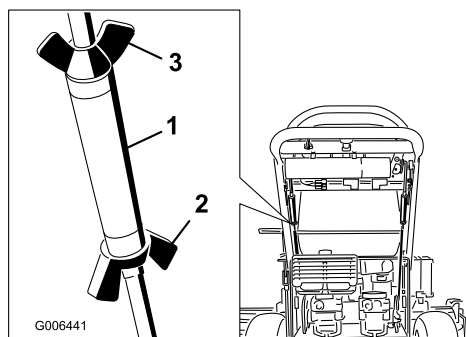

Figura 46
2. Allentate i dadi ad alette sull'asta di comando destra e ruotate il tornichetto verso l'interno o verso l'esterno per assicurarvi che la leva di controllo destra sia centrata in posizione di blocco in folle. Fissate il tornichetto in posizione con i dadi ad alette (Figura 46).
3. Allentate i dadi ad alette sull'asta di comando sinistra e ruotate il tornichetto verso l'interno o verso l'esterno per cambiare l'allineamento. Fissate il tornichetto in posizione con i dadi ad alette (Figura 46).